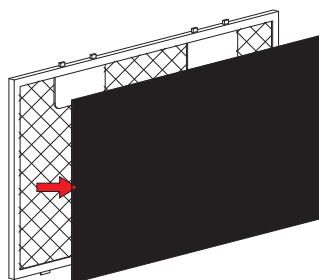

figura 2
- Dopo aver determinato l'altezza di installazione della cappa, praticare sei fori $\Phi 8$ e inserire i tasselli per la cappa, la staffa interna del camino e il foro di sicurezza in base alle dimensioni della cappa. Quindi, installare due viti di montaggio ST4× 30 mm per appendere l'apparecchio. E utilizzare due viti ST4× da 40 mm per fissare la staffa del camino interno alla parete . La posizione di fissaggio della staffa interna del camino è la posizione più alta del camino. Vedere la figura 2.
3. Vedere la figura 2, sostituire il nuovo filtro al carbone sul filtro del grasso.